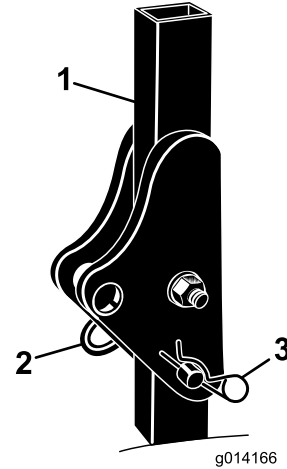

Figura 5
2. Eleve la barra antivuelco hasta la posición vertical y fíjela con los 2 pasadores y las 2 chavetas (Figura 5).
1. Retire las 2 chavetas y los 2 pasadores de la barra antivuelco (Figura 5).